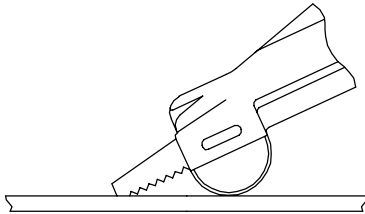

Abbildung 2
2. Den Griff der Säge anheben und so die Spitze des Sägeblattes mit dem Werkstück in Berührung bringen. Siehe Abbildung 2.